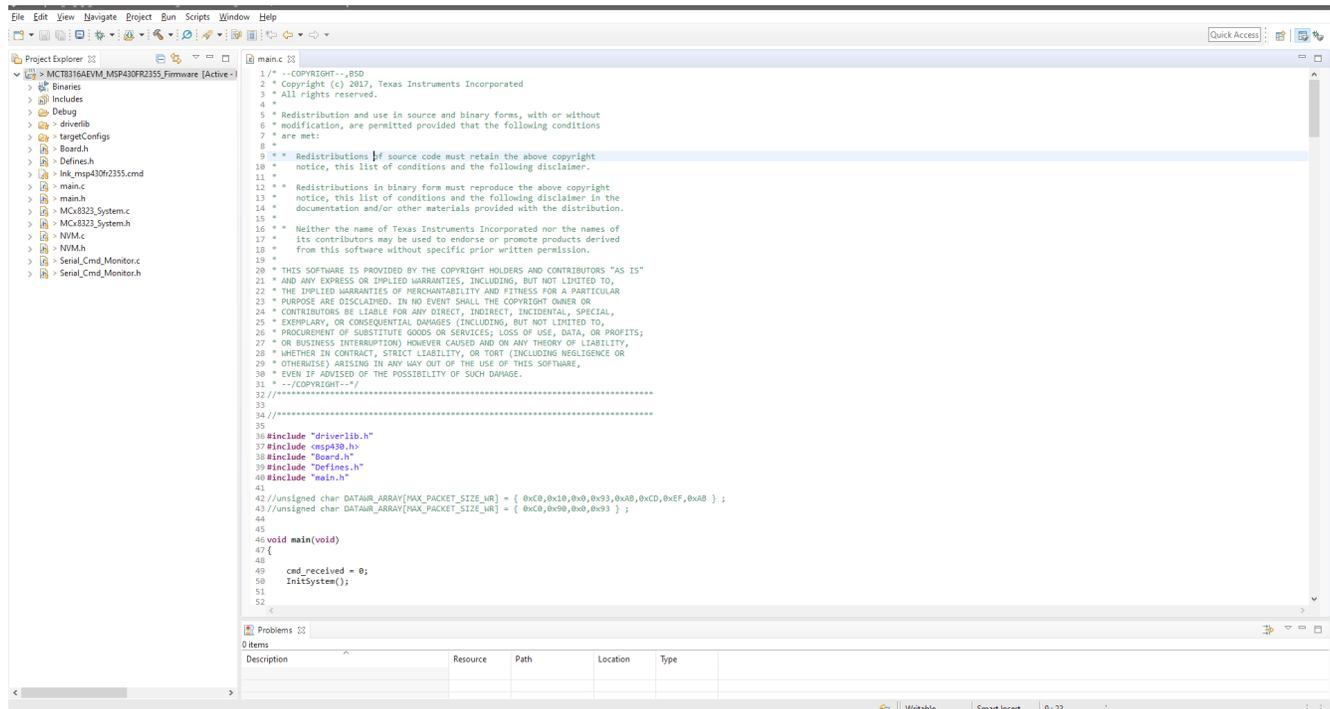

図 7-1. Code Composer Studio 内の MSP430FR2355 インターフェイス・ファームウェア・コード
- 図 7-1 に示すように、プロジェクト「MCT8316AEVM\_MSP430FR2355\_Firmware\_GUI」をワークスペースにインポートします。